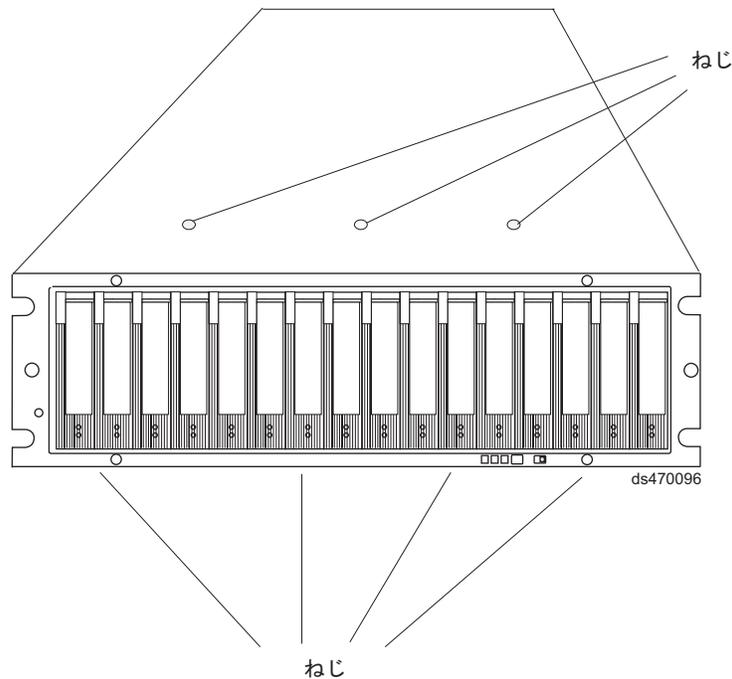

図 85. シャーシの上部および下部をフレームに対して保持するねじ
ラックの前面からシャーシを引き出して、ラックから取り外します。水平面に置きます。171 ページの図 85 に示すように、シャーシの上部に 3 つ、シャーシの下部に 4 つ並んでいるプラスねじを見つけます。#1 プラスねじ回しを使用して、この 7 つのプラスねじを外します。ねじを保管します。
17. 図 85 に示すように、前面ケージ・フレームを EXP810 シャーシに対して保持する 7 つのプラスねじ (ステップ 12 (170 ページ) で取り外したものの、上部 3 つ、下部 4 つ) を取り付けます。